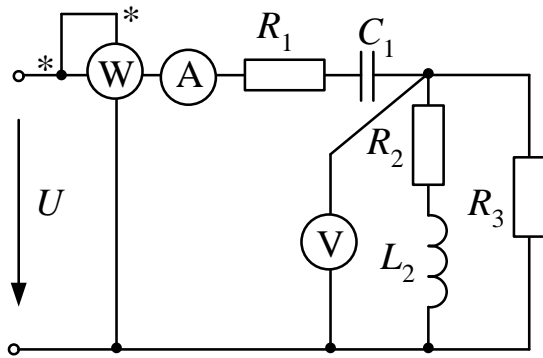

Рис. 3.1
**Задача 3.** В электрических цепях, схемы которых представлены на рис. 3.1–3.20, известны параметры элементов цепи (табл. 3). К зажимам электрической цепи приложено синусоидальное напряжение  $u(t) = \sqrt{2} U \sin \omega t$ , изменяющееся с частотой  $f = 50$  Гц. Рассчитать комплексные действующие значения токов в ветвях схемы, определить показания приборов: амперметра, вольтметра электромагнитной системы, ваттметра и коэффициент мощности  $\cos \varphi$  на входе электрической цепи.